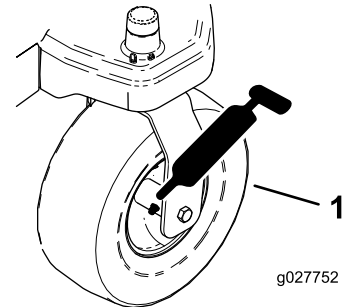
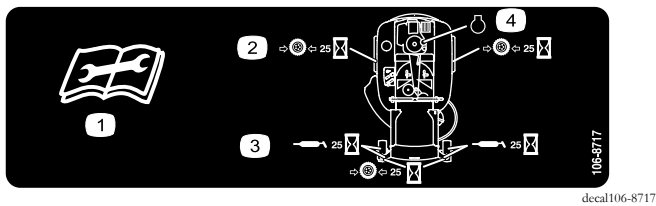

Figure 36
Figure 37
3. Nettoyez les graisseurs (Figure 36 et Figure 37) à l'aide d'un chiffon.
4. Raccordez une pompe à graisse à chaque graisseur (Figure 36 et Figure 37).